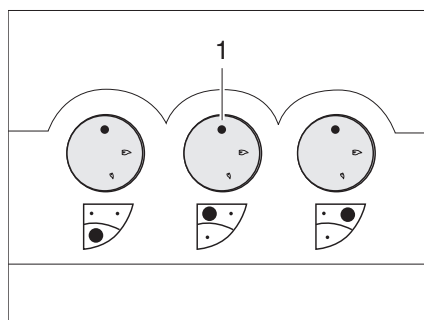

Fig. 129 Boutons de commande pour le réchaud à gaz
- Tourner le bouton tournant (Fig. 129,1) du brûleur désiré en position d'allumage (grande flamme).